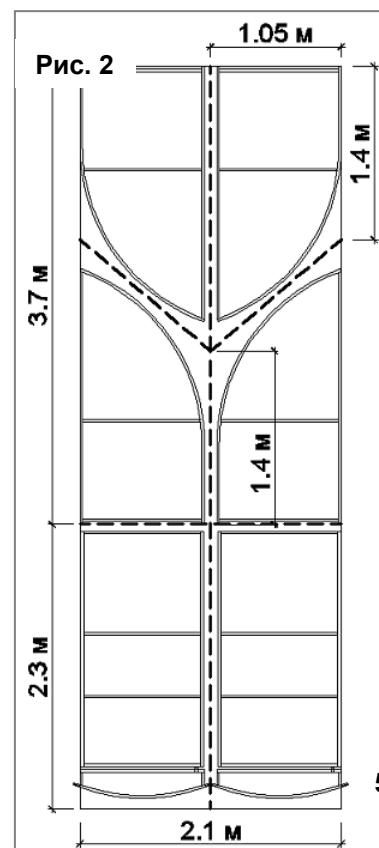

Рис. 2
5.2.2. Поликарбонат с размер 3.7x2.1 м трябва да се разреже наполовина, така че да се получат две части с размери 3.7x1.05 м. След това тези части трябва да се разрежат по диагонал, съгласно схемата, показвана на рис.2, отмервайки с всяка страна по 1.4 м. Тези части във вид на трапец ще служат за покриване на лявата и дясната част на челния панел (поз.1).
5.2.3 Оставащата част поликарбонат с размери 2.3x2.1 м разрежете наполовина, както е показано на (рис.2). Тя ще бъдат използвани за покриването на вратите и горната рамка на вратата.